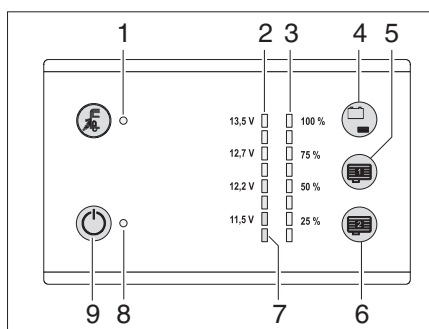

Fig. 92 Pannello di controllo LT 101 / LT 102
Il livello di riempimento del serbatoio dell'acqua può essere richiamato con il pulsante sensibile al tocco (Fig. 92,4).
- Toccare il pulsante sensibile al tocco (Fig. 92,4): il livello del serbatoio dell'acqua viene segnalato in quattro livelli dai LED (Fig. 92,3) (25 % ... 100 %).
Il LED rosso di avviso (Fig. 92,7) inizia a lampeggiare non appena la tensione della batteria dell'abitacolo scende fino a 11 V (misurazione durante il normale esercizio) con conseguente rischio che la batteria si scarichi completamente.
Con il pulsante sensibile al tocco (Fig. 92,4) si può richiamare lo stato di carica della batteria dell'abitacolo.
Indicazione: ■ Toccare il pulsante sensibile al tocco (Fig. 92,4): viene indicato lo stato di carica della batteria dell'abitacolo.
L'interruttore principale 12 V (Fig. 92,9) inserisce o disinserisce il pannello di controllo e l'alimentazione a 12 V dell'abitacolo.
Accensione: ■ Toccare il pulsante sensibile al tocco (Fig. 92,9): l'alimentazione a 12 V dell'abitacolo è inserita. La spia di controllo (Fig. 92,8) diventa verde.
Spegnimento: ■ Toccare di nuovo il pulsante sensibile al tocco (Fig. 92,9): l'alimentazione a 12 V dell'abitacolo è disinserita. La spia di controllo a 12 V (Fig. 92,8) si spegne.
- ▷ Se il LED di avviso della scarica completa (Fig. 92,9) lampeggia, l'alimentazione non può essere inserita, in quanto la tensione della batteria è troppo bassa.